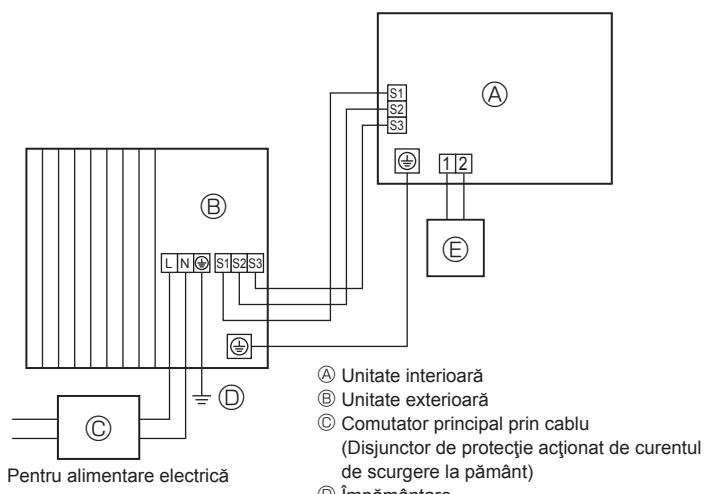
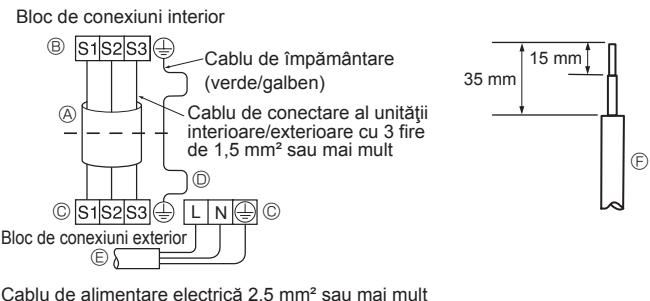
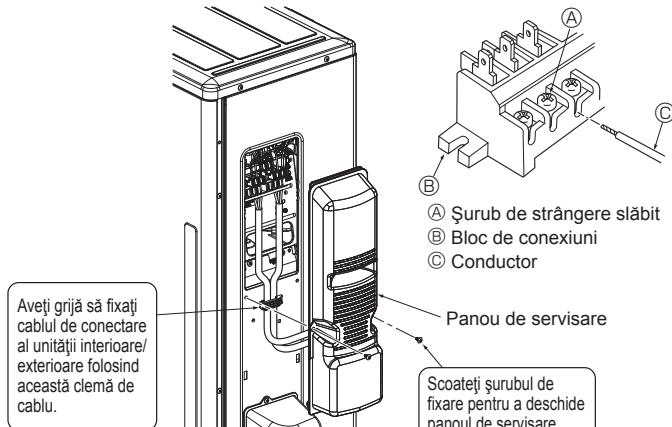

Fig. 6-1
Fig. 6-2
Fig. 6-3
6.1. Unitatea exterioară (Fig. 6-1, Fig. 6-2, Fig. 6-3)
- ① Demontați panoul de întreținere.
- ② Conectați cablurile respectând instrucțiunile din Fig. 6-1, Fig. 6-2 și Fig. 6-3.
- Efectuați cablarea conform diagramei din stânga jos. (Achiziționați cablul la nivel local) (Fig. 6-2)